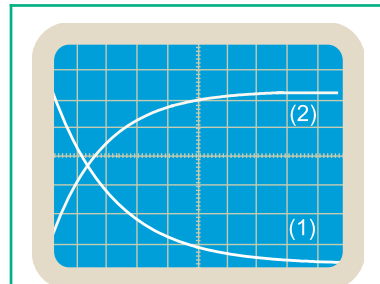

Fig.20 : Chronogrammes de  $U_c$  et de  $u_R$
On obtient ainsi les oscillogrammes (1) et (2) de la figure 20.
Dans la figure 20, montrer que l'oscillogramme (1) représente la tension  $u_{DA}$  aux bornes du résistor et que l'oscillogramme (2) représente la tension  $u_{AB}$  aux bornes du condensateur.